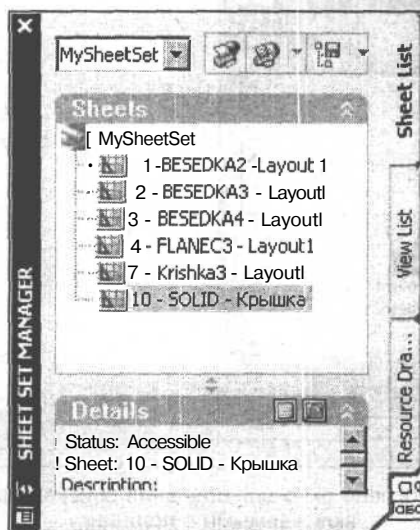

Рис. 20.13. Диспетчер подшивки с открытой подшивкой листов
- Щелкните на кнопке **Apply** (Готово), чтобы завершить создание подшивки из листов, которые уже созданы в имеющихся рисунках. На экране появится диалоговое окно **SHEET SET MANAGER** (Диспетчер подшивок) с открытой новой подшивкой листов (рис. 20.13).